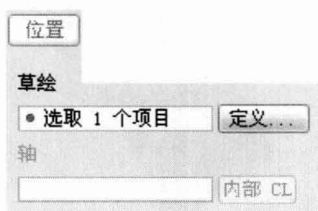

图 1-20 “位置”面板
* **位置**：单击该按钮，弹出图 1-20 所示的面板，单击其中“定义”按钮，绘制旋转截面。